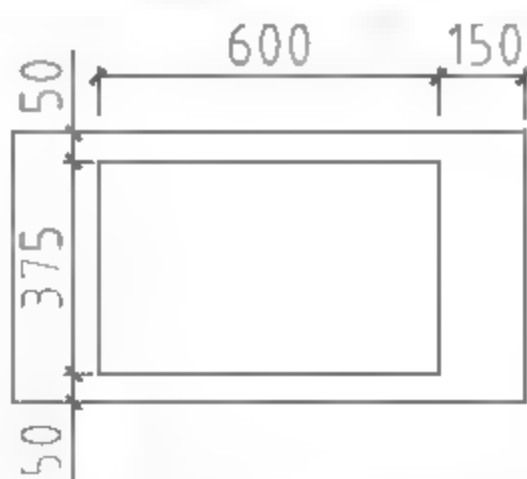

图8-174 绘制结果
- 02 调用REC【矩形】命令，绘制尺寸为600×375的矩形，结果如图8-174所示。